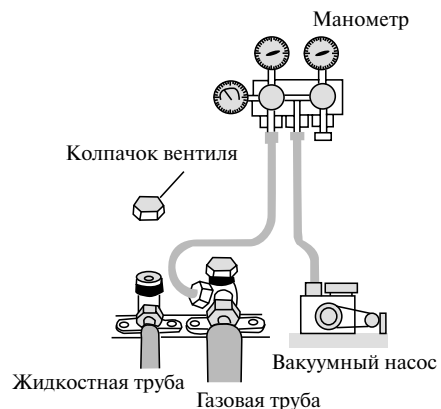

Рис. 10
5. Удалите воздух и жидкость, оставшиеся в системе хладагента с помощью вакуумного насоса (см. рис. 10).